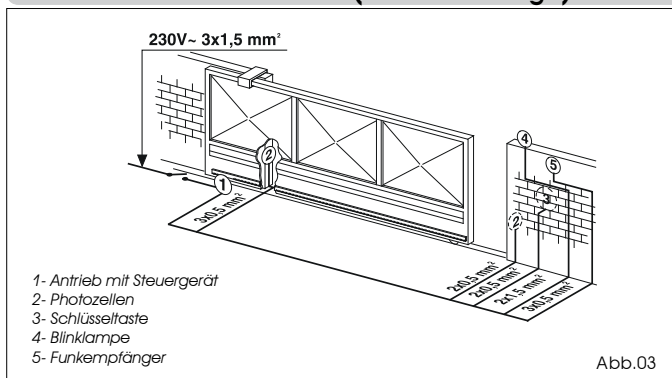

Abb.03
- 4- Die Stromkabel für den Anschluss an das Zubehör und an die Stromversorgung gemäß Plan in Abb. 03 vorbereiten. Für eine leichte Ausführung der Anschlüsse an die Einheit sollten die Kabel